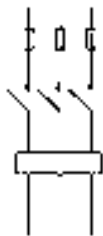

图 17.10.13 阵列直线
④ 用 **修改** (M) → **阵列** → **矩形阵列** 命令完成直线的阵列，其中行数设置为 1，列数设置为 3，间距值均为 15。完成后的图形如图 17.10.13 所示。